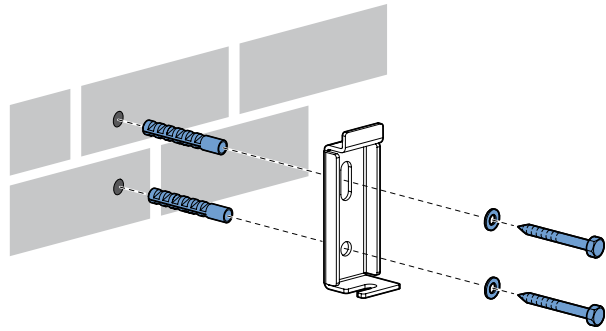

Abb. 1.3 Montage des Wandhalters
Sorgen Sie dafür, dass sich die 2 Montagelöcher pro Wandhalter in der Mitte eines Steins befinden. Siehe Abbildung 1.3. Verwenden Sie gegebenenfalls eine Kordel zum Ausrichten.
Bohren der Montagelöcher. Verwenden Sie dazu passende Dübel und Schrauben in guter Qualität. Montieren Sie die Wandhalter (A) und ziehen Sie die Muttern fest an. Siehe Abbildung 1.3.